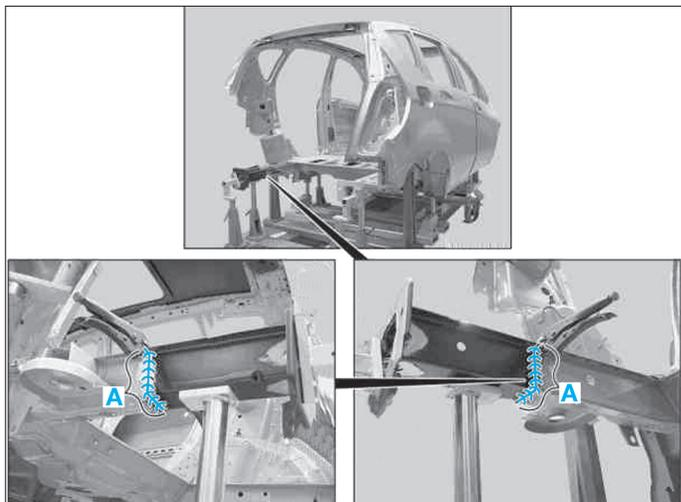

FIG. 137
- Souder l'embout de longeron, zone (A) (Fig.137).